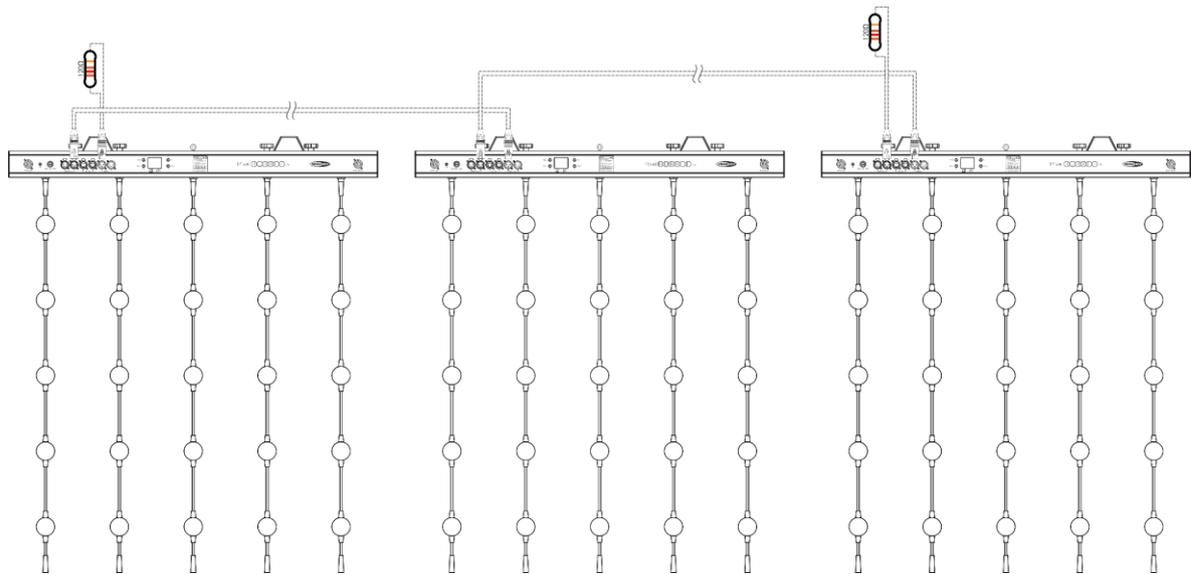

Fig. 07
- 02) Repita el paso 1 para todos los dispositivos como se indica en la Fig. 07.